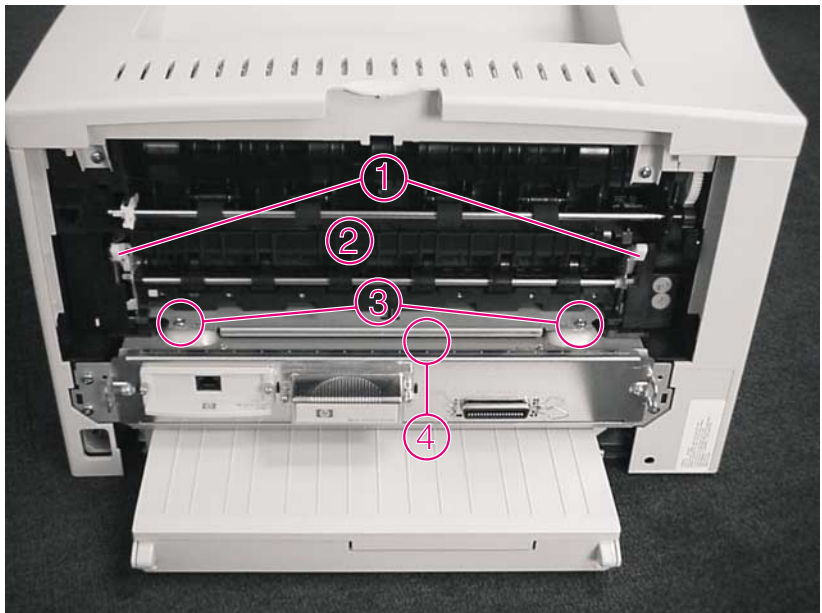

Figure 18 Retrait de la station de fusion (vue arrière de l'imprimante)
- 4 Mettez-vous face à l'arrière de l'imprimante, puis retirez les deux vis de mécanique (figure 18, détail 3) qui fixent la station de fusion (détail 2) au châssis.
- 5 A l'aide d'un petit tournevis droit, dégagez la station de fusion au niveau du détail 4 de la figure 18. Saisissez les poignées vertes (détail 1), puis retirez du châssis la station de fusion.